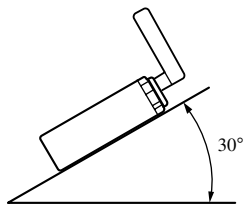

Fig. 9
- Se o ângulo de instalação exceder de 30° desde a horizontal, o aparelho pode não atingir sua performance ótima. (Fig. 9)